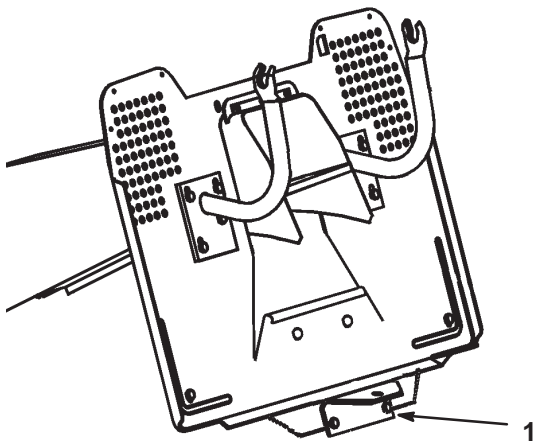

Figure 17
2. Montez le dispositif sur le crochet d'attelage situé sur la partie inférieure du tracteur (Fig. 17).